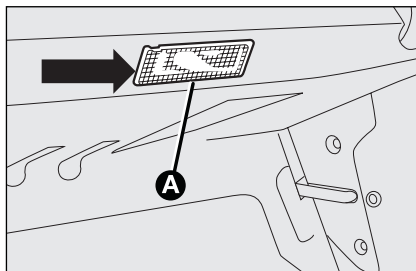

Рис. 42
- ☐ нажав по стрелке снимите рассеиватель **A**, **рис. 42**;